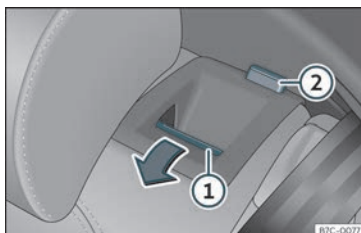

Fig.106 Banquette arrière : rabattre le dossier.
- Appuyez sur la touche de déverrouillage »» fig. 106 ① vers l'avant en rabaisant simultanément le dossier. Le dossier arrière est débloqué quand le repère rouge est visible sur la touche ②.
Le dossier arrière est débloqué quand le repère rouge est visible sur la touche » fig. 106 ②.